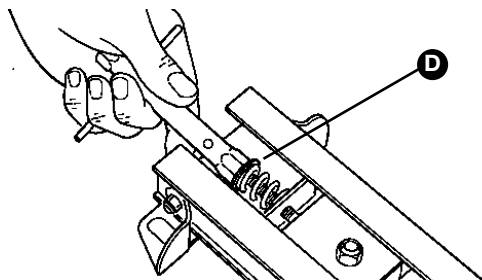

Abbildung 18
**2** Die Mutter M8 **[D]** ganz abschrauben siehe Abbildung 18.